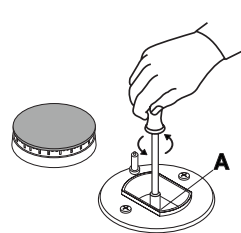

fig.9
- desenrosque os bicos (fig. 9), mediante uma chave de tubo de 7 mm. e troque-os por apropriados ao novo tipo de gás (veja a tabela 1 "Características dos queimadores e bicos"). Monte outra vez as partes, realizando estas operações na ordem contrária.